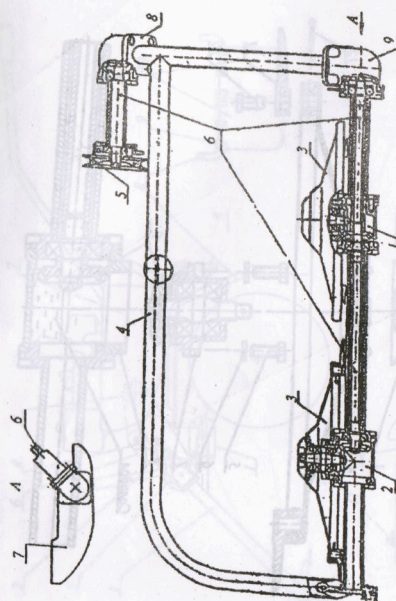
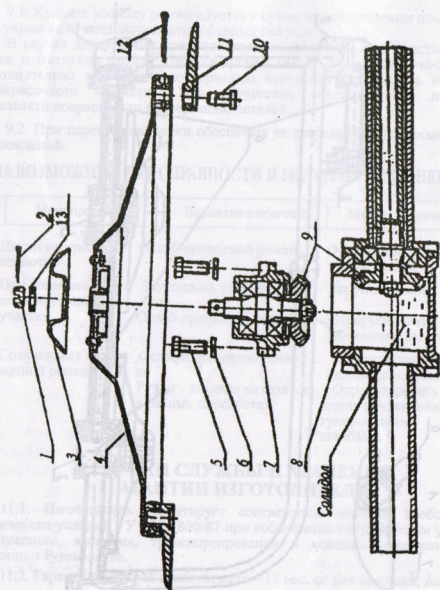

Рис. 1.Роторная косилка
Рис.2. Режущий диск и его привод
5.1. Общий вид косилки представлен на Рис.1. Конструкция режущих дисков и редуктора привода дисков представлены на Рис.2.
5.2. Передача крутящего момента от приводного шкива 5 (Рис.1) к режущим дискам передается с помощью шлицевых торсионных валов 6 и конических шестерен 9 (Рис.2).
8.2.2. Для заправки редуктора редуктор 8 (Рис.1) необходимо отсоединить от шкива 5. В редуктор 8 вставить редуктор 9 (Рис.2) и вставить редуктор 9 в редуктор 8. В редуктор 8 вставить редуктор 9 (Рис.2) и вставить редуктор 9 в редуктор 8.
8.2.3. Для заправки редуктора редуктор 9 (Рис.2) необходимо отсоединить от шкива 5. В редуктор 9 вставить редуктор 10 (Рис.2) и вставить редуктор 10 в редуктор 9. В редуктор 9 вставить редуктор 10 (Рис.2) и вставить редуктор 10 в редуктор 9.
7.6. После первых 30 мин. работы новой косилки необходимо остановить двигатель мотоблока и проверить крепление деталей 1; 2; 10; 11 и 12 (Рис.2), а также затяжку крепления деталей косилки. При необходимости подтянуть и законтрить.
8.2.1. Для заполнения редуктора привода первого и второго режущих дисков 1 и 2 (Рис.1) необходимо расконтрить и отвернуть гайку 1 (Рис.2), снять шайбу защитную 3 и диск 4, отвернуть четыре болта 5, снять пружинные шайбы и корпус ведомой шестерни 7.
8.2.2. Для заполнения верхнего углового редуктора 8 (Рис.1) необходимо отвернуть четыре болта крепления редуктора к раме 4, затем снять редуктор 8 вместе с приводом от шкива 5. В полость редуктора добавить 50 см³ солидола ГОСТ 4366-76. Сборку редуктора произвести в обратном порядке.
8.2.3. Для заполнения нижнего углового редуктора 9 (Рис.1) необходимо отвернуть четыре болта крепления редуктора к раме 4 и два болта крепления редуктора привода второго режущего диска 2 к раме 4, затем снять нижний угловой редуктор вместе с редуктором 1 и 2. В полость 9 добавить 50 см³ солидола ГОСТ 4366-76.